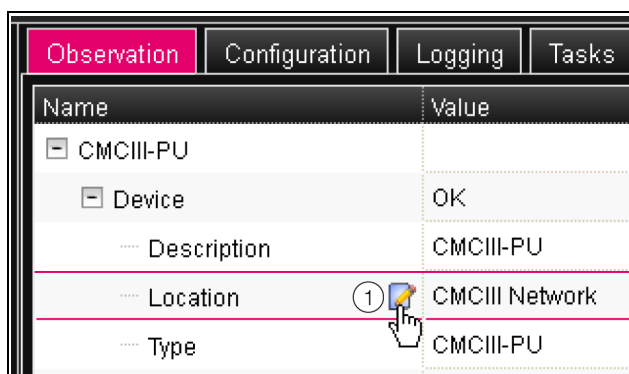

Imagen 32: Parámetro editable con el símbolo «Edit»
Todos los parámetros que pueden ser modificados van acompañados del símbolo «Edit» representado por una nota de papel con un lápiz, que aparece al situar el puntero del ratón sobre el parámetro (imagen 32, pos. 1).